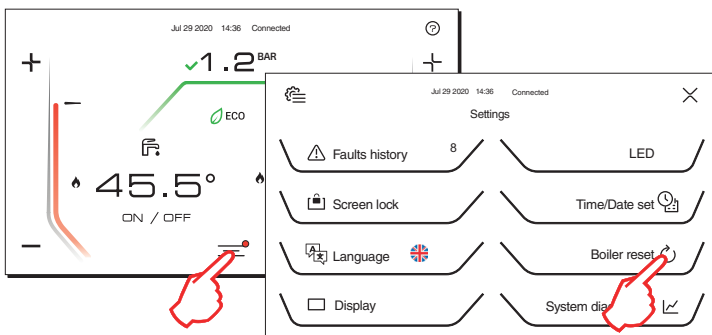

fig. 46
- 2 - Atingând pictograma meniului principal și apoi [Resetare centrală], când apare un ecran similar cu cel afișat în fig. 46 (pictograma meniului principal, cu un punct roșu).